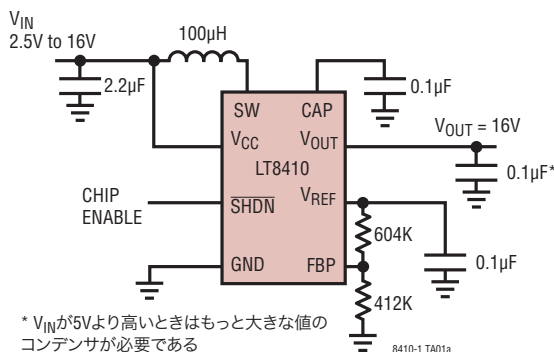
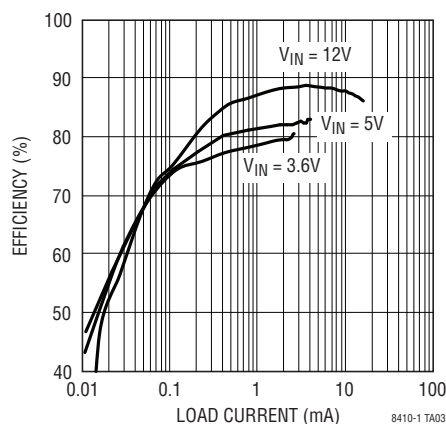
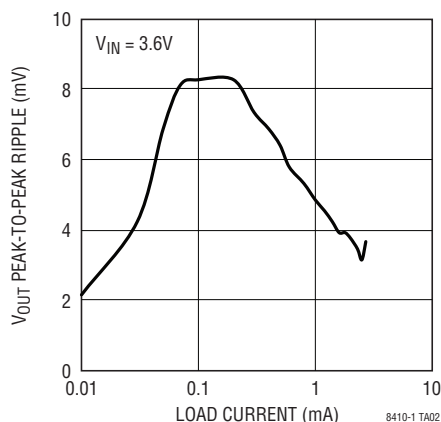

図1. 2.5V~16Vから16Vへの昇圧コンバータ
図2. 図1のコンバータの効率と負荷電流
図3.図1の3.6Vコンバータの出力ピーク-ピーク間リップルと負荷電流
2.5V~16Vの入力ソースから16V出力を発生するLT8410昇圧コンバータの詳細を図1に示します。LT8410/-1はピーク・インダクタ電流とスイッチのオフ時間の両方を変えることによって電力供給を制御します。この制御方式により、広い負荷範囲にわたって低出力電圧リップルと高効率を達成
します。図1の回路の効率と出力ピーク・トゥ・ピーク・リップルを図2と図3に示します。回路の出力コンデンサは小さいが(0.1 μ F)、出力リップル電圧は10mV以下です。
V_{REF}ピンに外部コンデンサを接続してソフトスタート機能を実装します。ソフトスタートが不要ならば、コンデンサを取り去ることができます。出力電圧はV_{REF}ピンからグランドに接続した抵抗分割器によって設定します。図1に示されているように、抵抗分割器のセンタータップはFBPピンに接続します。FBPピンは外部リファレンスで直接バイアスすることもできます。